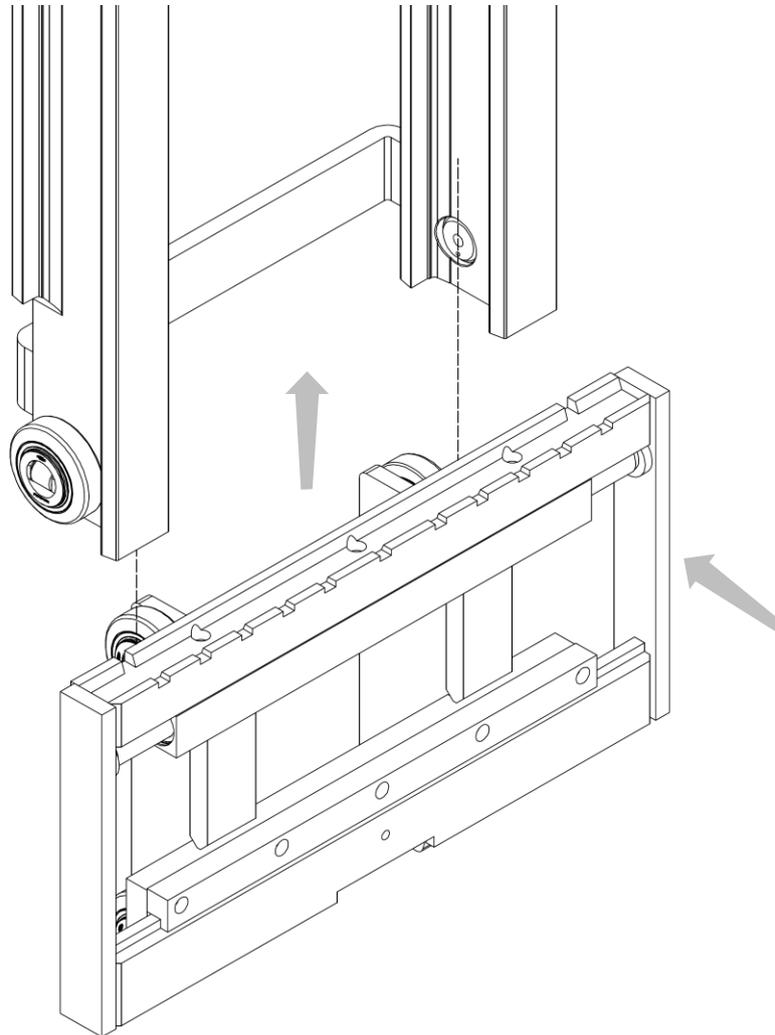

Figure 8
15. Installer l'équipement dans le montant en enfilant les rouleaux dans les rails de guidage et fixer les chaînes dans les trous des épaulements conformément aux instructions du fabricant du montant (voir *Figure 8*)